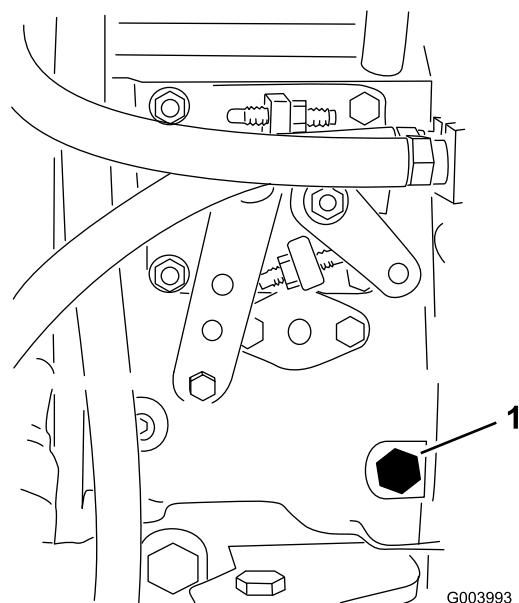

図 21
3. 燃料噴射ポンプ（図 21）についているエア抜きネジを、12 mmのレンチを使って開く。